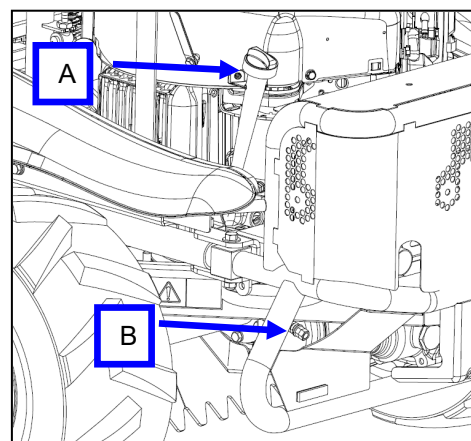

Figure 32
Niveau d'huile : vérifiez le niveau d'huile « A » (Figure 32). Avec le moteur tout juste arrêté depuis 5 minutes sur une surface plane, dévissez la jauge A, nettoyez le bas puis replacez. Vérifiez si le niveau est compris entre supérieur et inférieur. Ajoutez de l'huile au moteur si nécessaire. Videz l'huile par le bouchon C.
- Vérifiez l'eau et la poussière à l'intérieur du filtre de la cartouche filtrante (Figure 32). Si le filtre est sale, remplacez-le.